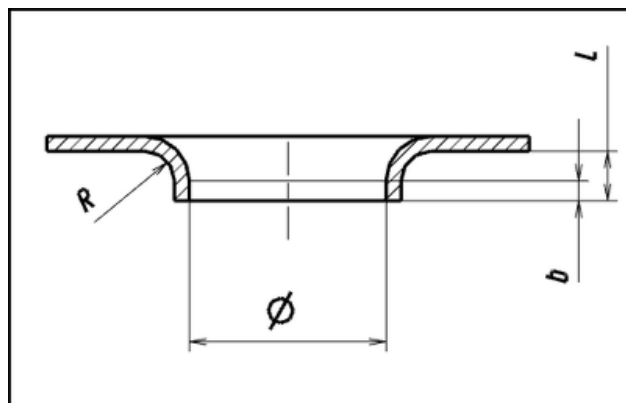

Рис. 4.15. Отверстие с фланцем
Категория **Отверстия с фланцами** определяет технологичность отверстий, предназначенных для последующей отбортовки (рис. 4.15).
- диаметр отверстия под отбортовку определяется величиной произведения коэффициента отбортовки на величину внутреннего диаметра фланца  $\varnothing$  (или пересчитывается через толщину металла) (рис. 4.15);